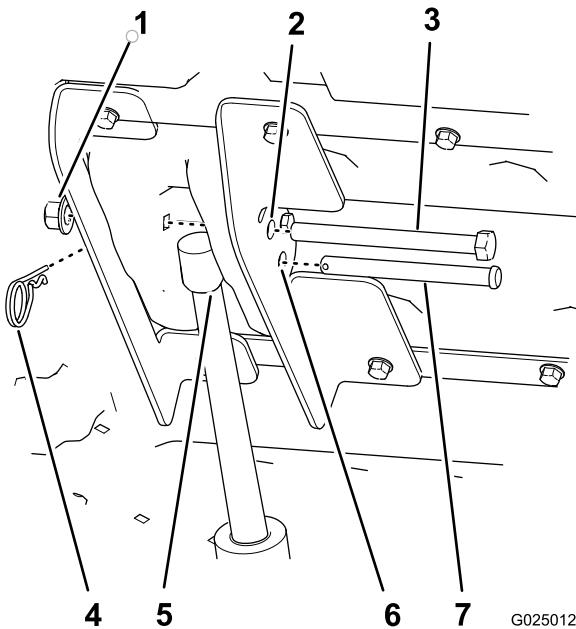

Figura 24
- 8. Sujete la varilla del actuador del elevador a los soportes de elevación con un pasador (3-1/2 pulgadas) y una chaveta (Figura 24).
- 10. Inserte el perno de cabeza hexagonal (1/2 x 5-1/2 pulgadas) a través de los otros taladros de 12,7 mm de los soportes de elevación interior y exterior (Figura 24) y sujételo con una tuerca (1/2 pulgada) hasta que la tuerca con arandela prensada esté ajustada.